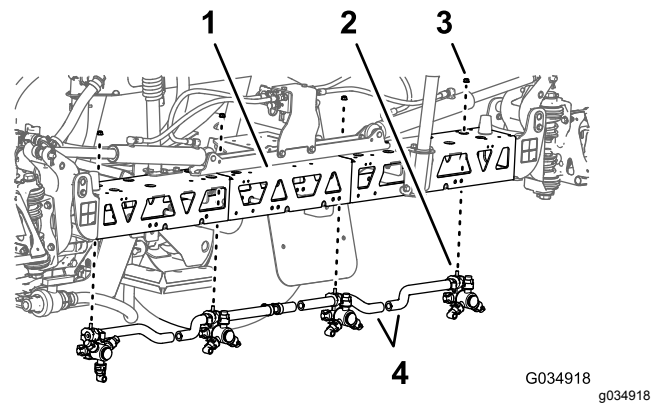

Figure 68
- Retirez le contre-écrou à embase (5/16") qui fixe la buse de pulvérisation à son support (Figure 68).